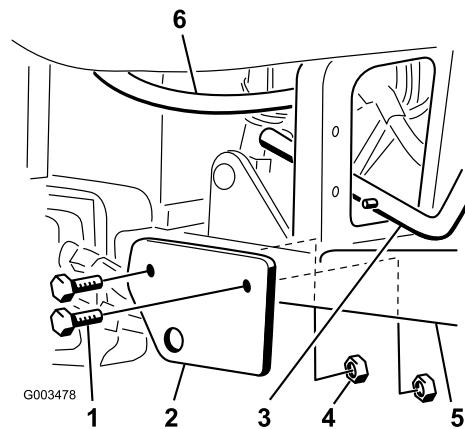

Figura 2
- Instale el soporte de montaje del conjunto de palanca de elevación del escarificador en los tubos del reposapiés derecho con 2 pernos (1/2 x 3-1/4 pulg.) y contratuerca fina (1/2 pulgada), según se muestra en Figura 2. Asegúrese de colocar las cabezas de los pernos en el exterior, y de utilizar contratuerca fina.
9. Compruebe el espacio que queda entre el conjunto de la palanca de elevación y el tubo hidráulico. Asegúrese de que el tubo hidráulico no roza contra el conjunto de la palanca de elevación y ajuste el tubo hidráulico si es necesario (Figura 2).